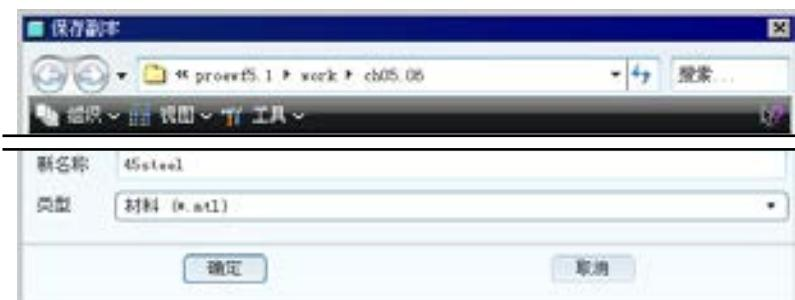

图 5.8.4 “保存副本”对话框
(2) 在“材料”对话框中单击“保存所选取材料的副本”按钮 [另存为] ，系统弹出图 5.8.4 所示的“保存副本”对话框。
(3) 在“保存副本”对话框的新名称文本框中，输入材料文件的名称，然后单击 [确定] 按钮。